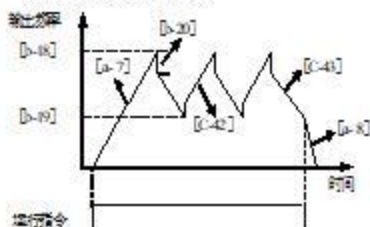

图 5-30 摆频运行 (方式 4)
- 5: **单循环停机模式。**变频器运行完每一段速度后,先减速到零频率,再从零频率加速到下一段频率运行,其它动作同方式 1。单循环停机模式如图 5-30 所示。